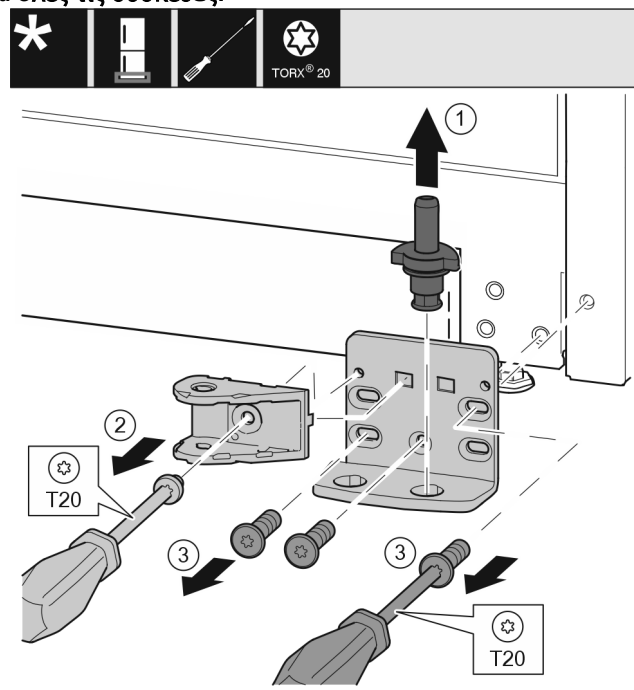

Fig. 34 *
- ▶ Τραβήξτε έξω ολόκληρο τον πείρο προς τα επάνω. Fig. 34 (1)*
- ▶ Ξεβιδώστε τη βίδα με κατσαβίδι T20 και αφαιρέστε τη σύνδεση του αποσβεστήρα κλεισίματος. Fig. 34 (2)
- ▶ Ξεβιδώστε τις βίδες με κατσαβίδι T20 και αφαιρέστε το στήριγμα. Fig. 34 (3)*